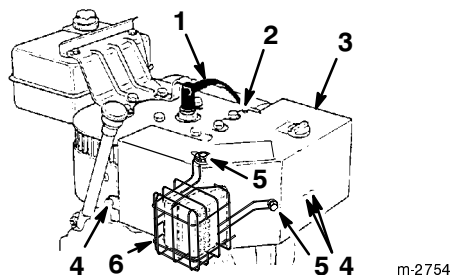

Figure 16
Avant d'utiliser la déneigeuse par une température extérieure supérieure ou égale à 4°C, déposez la boîte de chauffage (Fig. 16).
1. Débranchez la bougie et éloignez le capuchon pour éviter tout risque de contact accidentel (Fig. 16).
4. Retirez les deux vis Phillips, les deux vis à tête hexagonale et la rondelle-frein qui fixent la boîte de chauffage en position (Fig. 16).